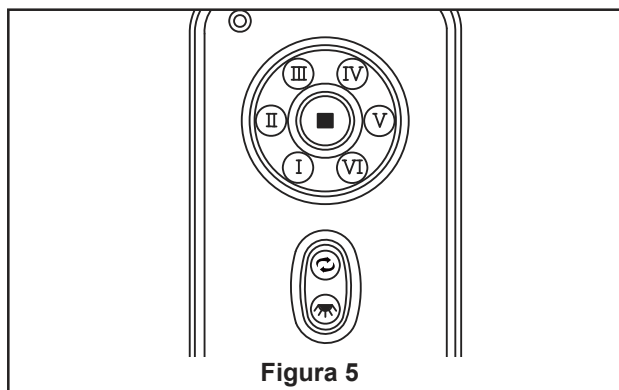

Figura 5
- ☐ 5. Asegure el vidrio en la ensamble de kit de luz girándolo en el sentido de las agujas del reloj y sin apretar demasiado. (Figura 5)
7. Funciones del mando a distancia: (Figura 5)